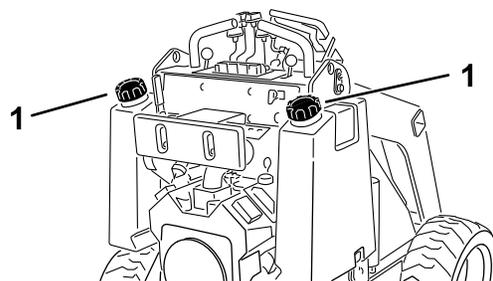

図 7
- 燃料キャップの周囲をきれいに拭いてキャップを外す 図 7。